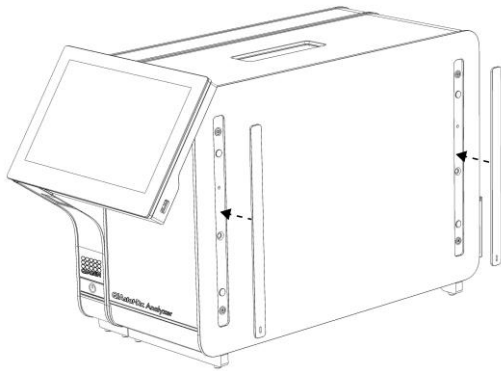

Figura 7. Reatașarea capacelor de protecție.
4. Atașați la loc capacele de protecție pe partea laterală a modulului analitic (Figura 7, pagina următoare).